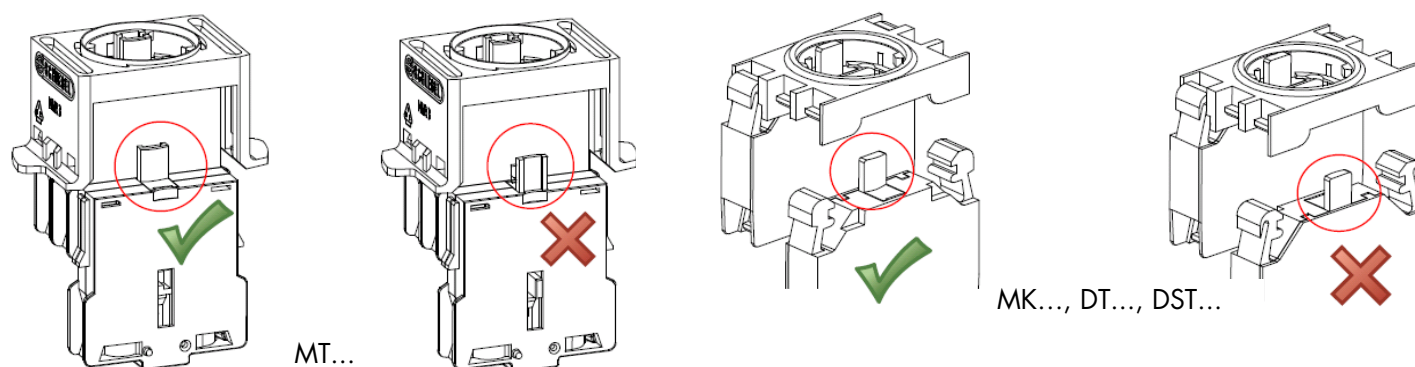

Fig. 1 : montage correct des blocs de contact modulaires MT..., MK..., DT..., DST...
- 6) (I) Vérifier si le bloc de contact et la tête de commande sont bien verrouillés.
- 7) Contacteurs modulaires (MT..., MK..., DT..., DST...) doivent d'abord être alignés et encliquetés dans un étrier de fixation avant les verrouiller avec les têtes de commande. (fig 1).